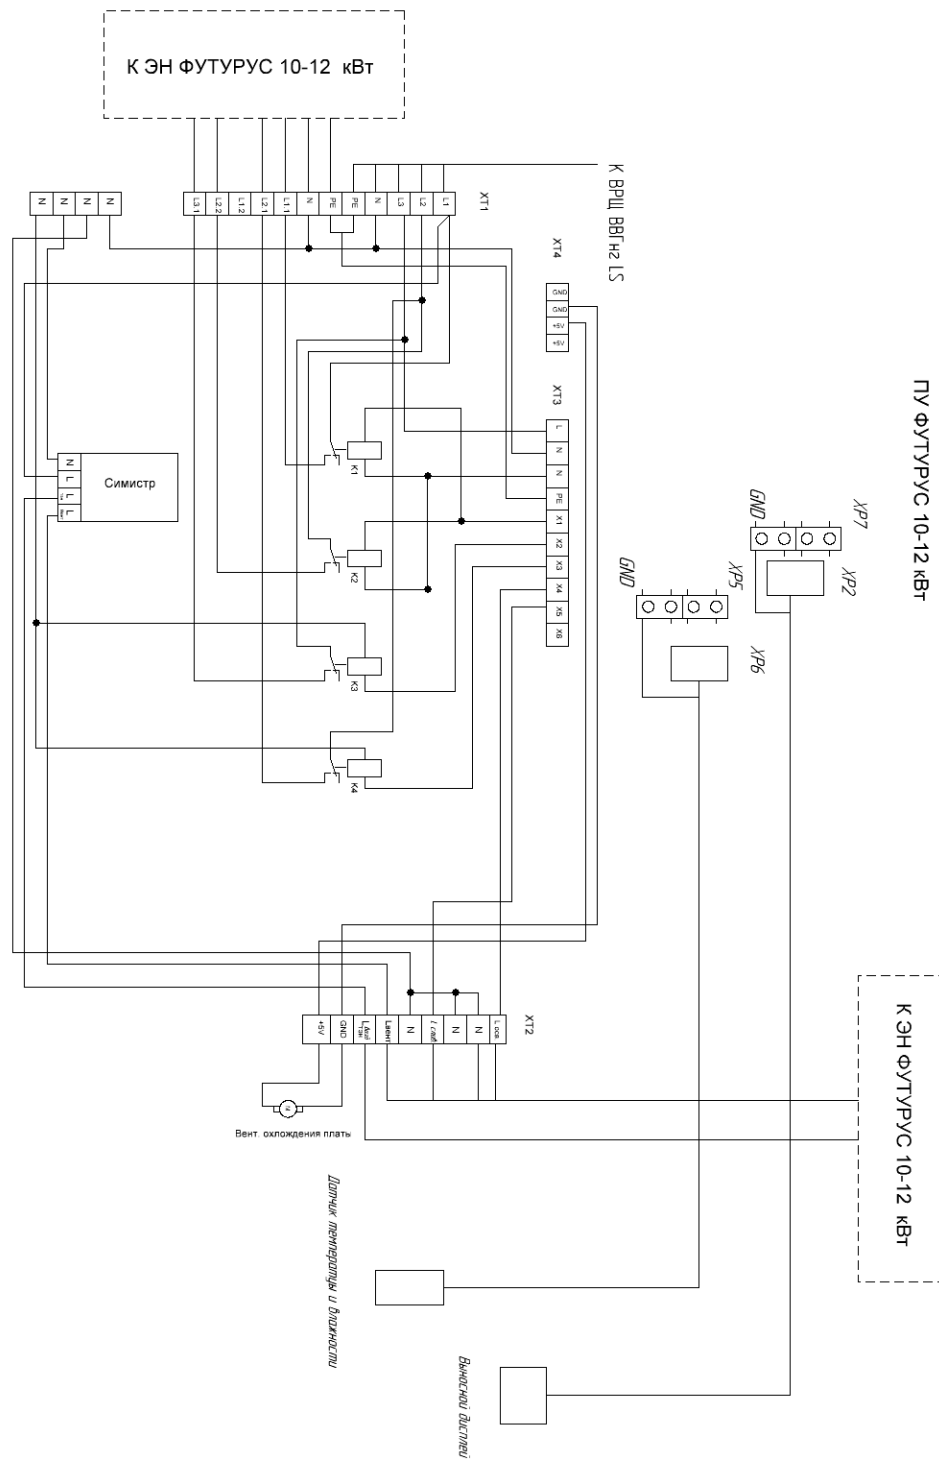

Рисунок 4.1. Схема электрическая принципиальная ПУ ЭНУ «Футурус», мощностью 10-12 кВт
2.1.2.7 Подключить датчик температуры и влажности и блок управления к силовому блоку в соответствии со схемой подключений (смотри рис.3.1, 3.2 для встроенного силового блока и рис. 4.1, 4.2 для выносного).
2.2.2.2 После запуска ПО и появления главной страницы, убедитесь, что на индикаторах «ТЕМПЕРАТУРА», «ВЛАЖНОСТЬ» появились цифровые значения (если показания равны 0 проверьте схему подключения датчика температуры и влажности (смотри рис.3.1, 3.2 для встроенного силового блока и рис. 4.1, 4.2 для выносного).